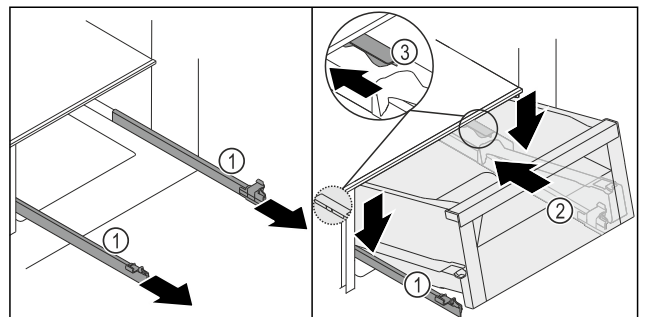
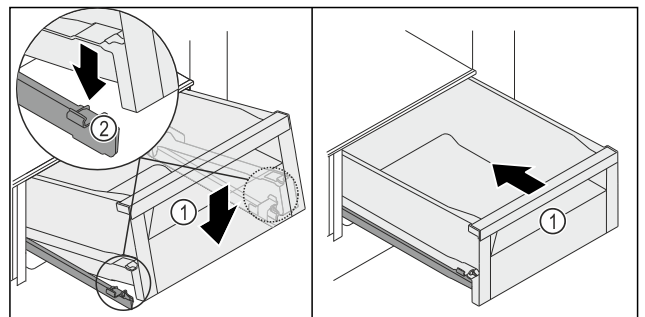

Fig. 153
Fig. 154
- Tvirtai laikykite bėgelius Fig. 153 (1) ir uždėkite stalčių Fig. 153 (2) iš viršaus už stabdiklio Fig. 153 (3) ant bėgelių Fig. 153 (1).
- Stalčių Fig. 153 (2) ant bėgelių Fig. 153 (1) iki galo nustumkite į galą.
- Nuleiskite stalčių Fig. 153 (2) priekyje, kad stalčius kairėje ir dešinėje pusėje įslystų į spaustuką Fig. 154 (2).
- Stalčius Fig. 154 (1) girdimai užsifiksuoja.
- Įstumkite stalčių Fig. 154 (1).